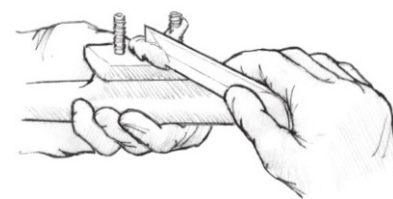

图17 使用增稠的环氧树脂涂覆五金件底部和紧固件螺钉。
4. 注入一个非下垂的环氧树脂404或406混合物到孔眼中。使用足够的混合物，以便在插入紧固件后孔眼中没有空隙。用增稠的环氧树脂涂覆五金件底部和紧固件螺钉（图17）。